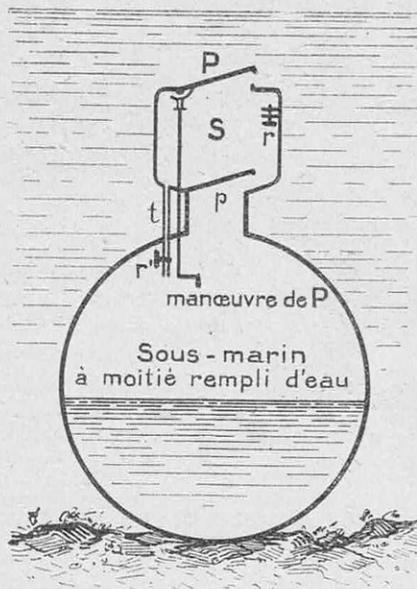

FIG. 7. — SOUS-MARIN POURVU D'UN SAS « S » AVEC SCAPHANDRIER INDIVIDUEL
*Le sas avec scaphandrier individuel.* — C'est un compartiment *S* (fig. 7) communiquant avec l'intérieur du sous-marin par une porte *p* et avec l'extérieur par une porte *P*. Ces deux portes sont manœuvrables de l'intérieur du sas et de l'intérieur du sous-marin.